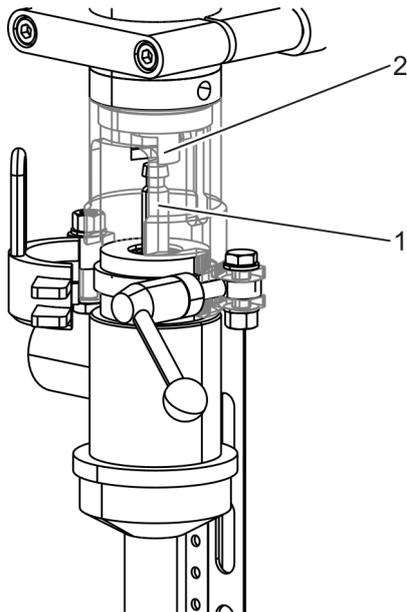

Abb. 65: Kolbenstange
- 16.**▶ Kolbenstange (Abb. 65/1) aus der Klauenkupplung (Abb. 65/2) nehmen und gleichzeitig das Abfüllventil nach unten entnehmen.
- 18.**▶ Kolbenstange (Abb. 65/1) des neuen bzw. gereinigten Abfüllventils in die Klauenkupplung (Abb. 65/2) einsetzen.